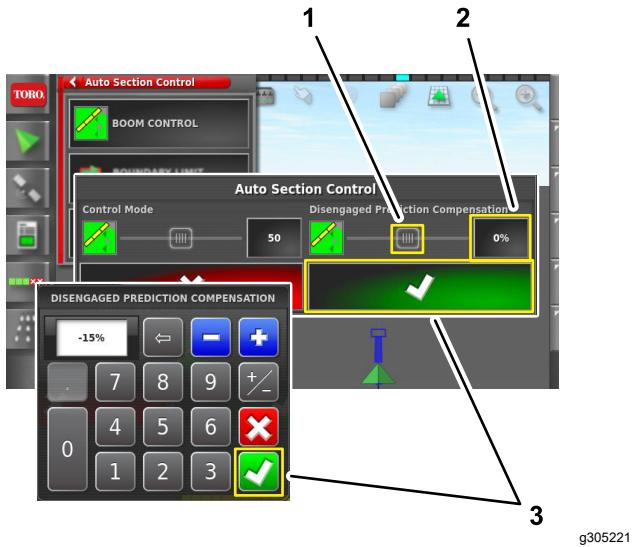

图 110
- 按如下方法调整分离预测补偿设置图 110
- 按数值图标用显示屏键盘输入正+值、中性0值或负-值然后按“确认”图标图 110。
- 左右滑动显示屏滑块图 110。